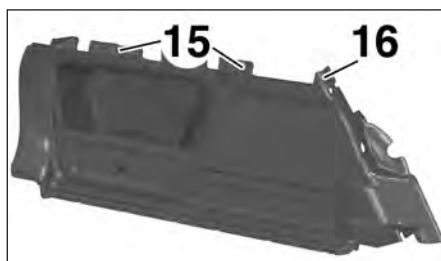

FIG.79
- les agrafes (15) de la garniture latérale de coffre (16) (Fig.79),
- la garniture latérale de coffre (16).